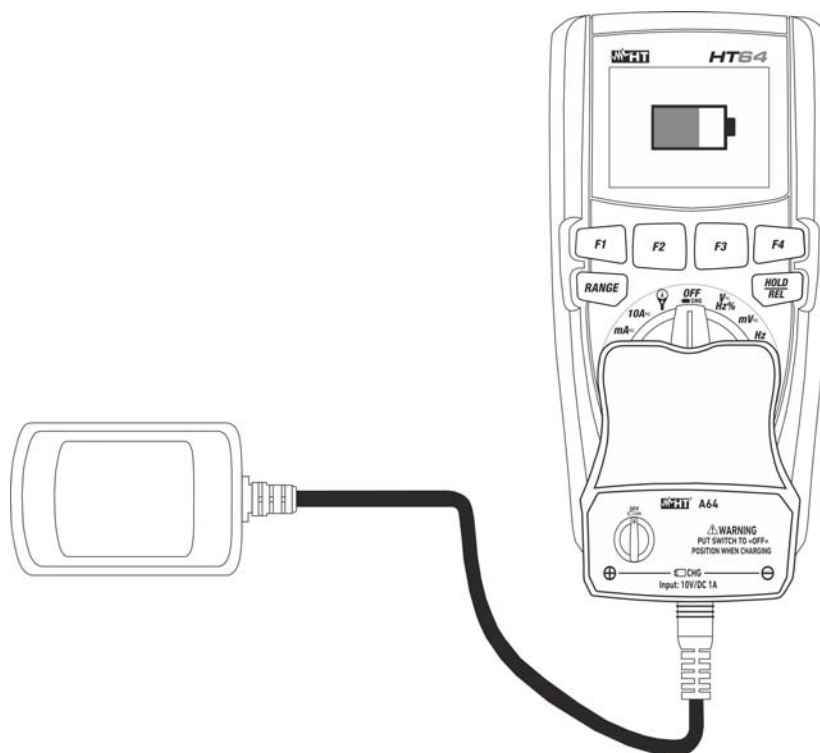

Fig. 33: Ricarica batteria interna
2. Inserire l'adattatore dell'alimentatore caricabatteria nello strumento nei quattro terminali di ingresso (vedere Fig. 33)